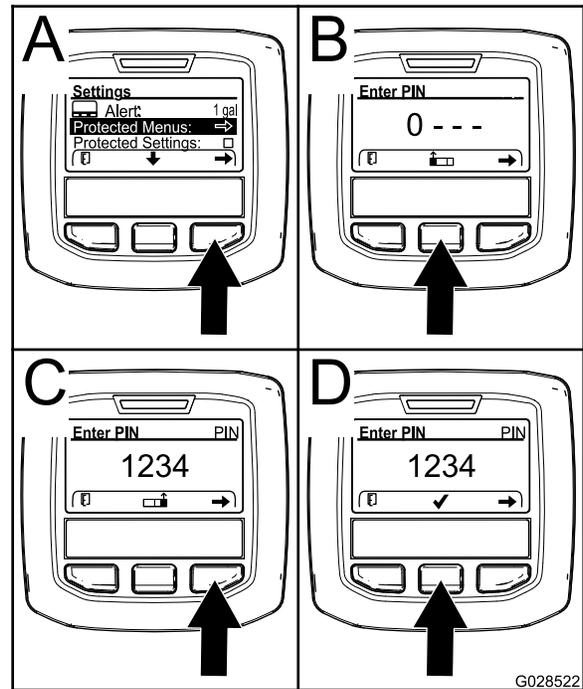

Figura 24
3. Pulse el botón de selección derecho para seleccionar Protected Menus (Menús protegidos) (Figura 24, A).
- Pulse el botón de selección central (Figura 24, B) para aumentar el valor numérico (de 0 a 9)..
- Pulse el botón de selección derecho (Figura 24, C) para mover el cursor hasta la siguiente posición numérica a la derecha.
**Nota:** Aparece el icono de confirmación encima del botón de selección central (Figura 24, D).
6. Pulse el botón de selección central (Figura 24, D) para introducir la contraseña.